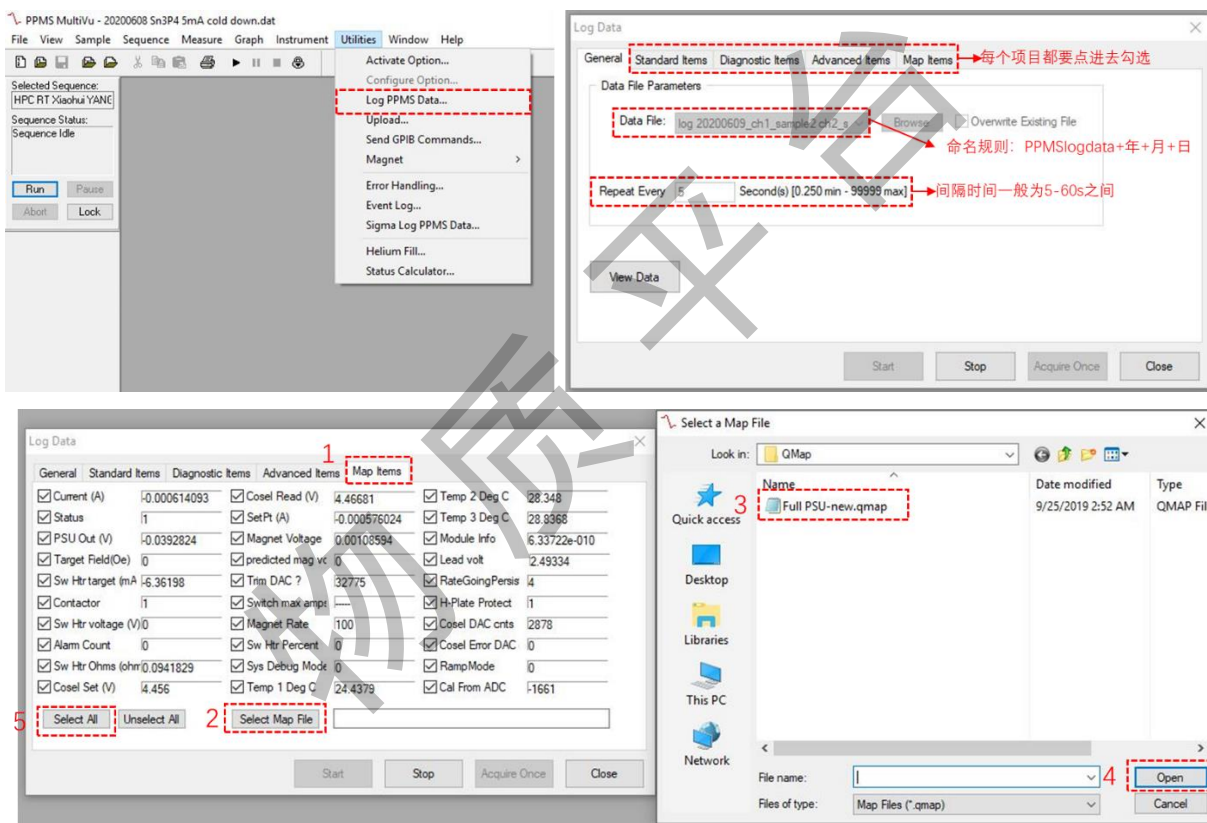

图 6.10 建立 LogPPMSData 文件
- 1) 如图 6.10 所示，建立 LogPPMSData 文件，这个文件记录了系统的状态，用于原始数